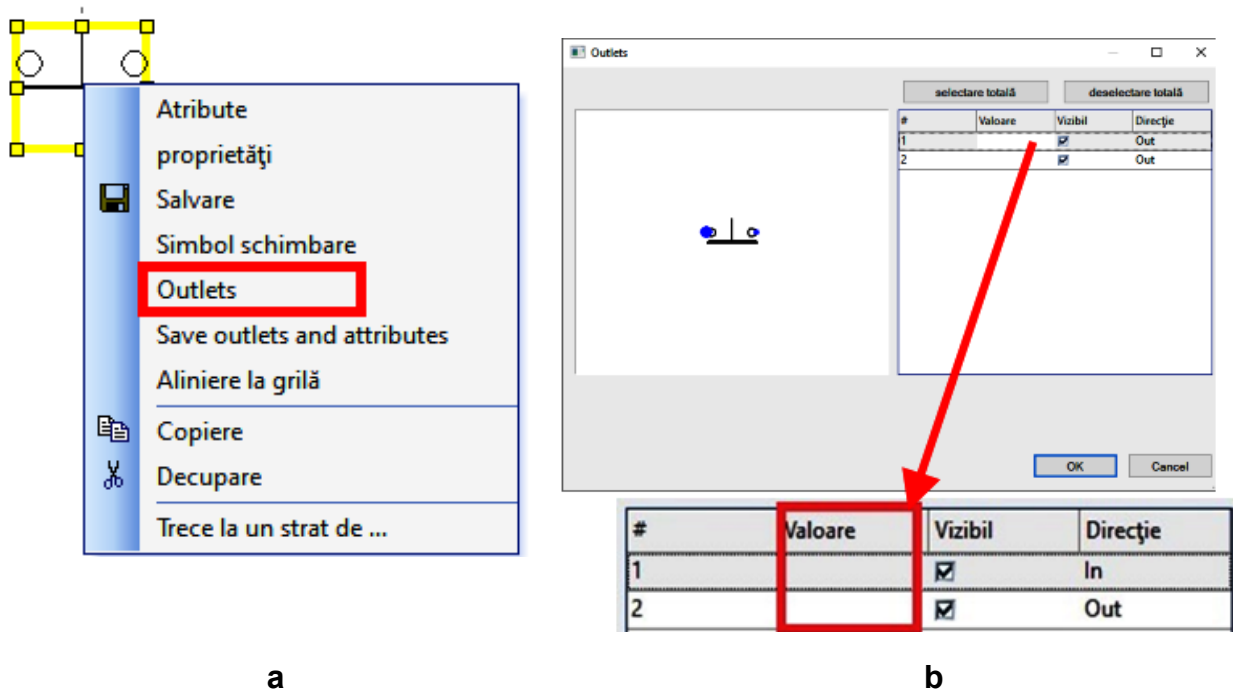

Figura 3.4 Fereastra "Outlets"
- **Marcarea terminalelor unui simbol (figura 3.4)**